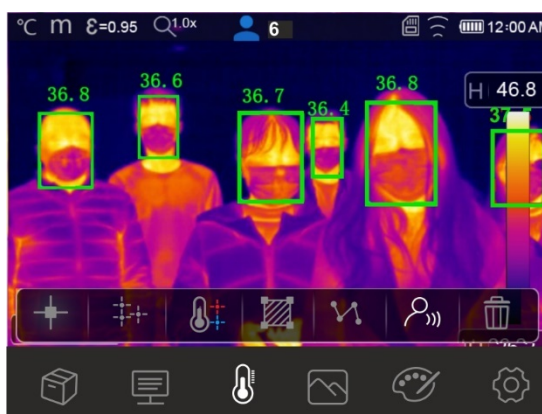

Fig. 36: Mode Visage sur plusieurs personnes
4. Le Face mode permet d'évaluer la température du visage de plusieurs personnes (**jusqu'à 10 personnes**) simultanément (voir Fig. 36). Le compteur «  » en haut de l'écran indique le nombre de personnes relevés